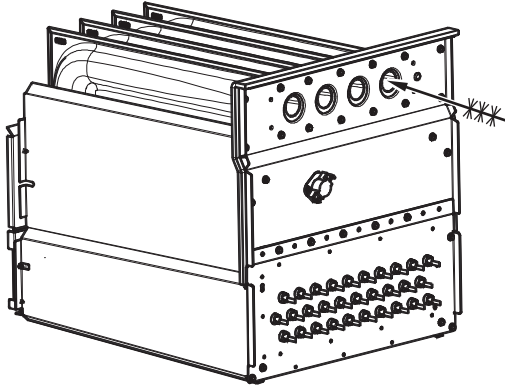

Fig. 71 – Nettoyage de la cellule de l'échangeur thermique
7. Nettoyez les ouvertures de l'échangeur thermique à l'aide d'un aspirateur et d'une brosse douce. Consultez la Fig. 71.